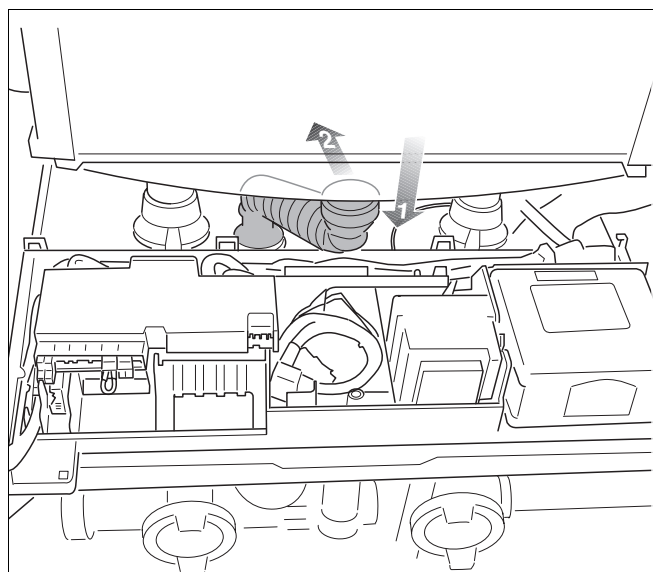

Fig. 88 Ribbel slang voor condenswaterafvoer verwijderen
- Trek de condensleiding naar beneden en buig deze naar achter (→ fig. 88).